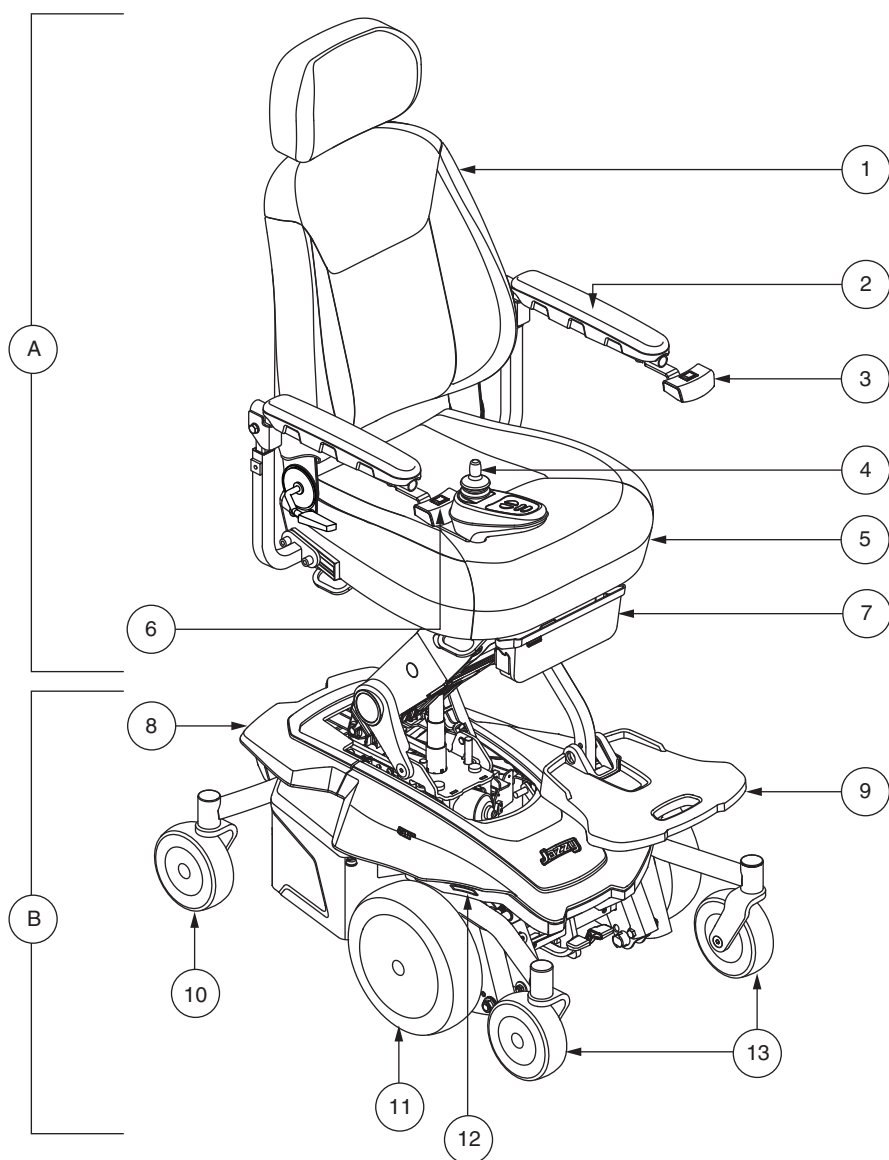

Figura 1. Carrozzina Jazzy Air® 2
La carrozzina elettronica Jazzy Air® 2 ha due gruppi principali: il gruppo sedile (A) e il gruppo base elettronica (B). **Vedere figura 1.** Normalmente il gruppo sedile comprende i braccioli, lo schienale e la base del sedile. La base elettronica comprende due gruppi motore/freni, due ruote motrici, quattro ruote direzionali, due batterie e i pannelli di cablaggio. **Vedere figure 1, 2 e 3.**
La carrozzina è dotata di luci di posizione. Le luci sono composte da LED bianchi nella parte anteriore e da LED rossi nella parte posteriore e sono montati sulla scocca della base elettronica. **Vedere figura 1.**